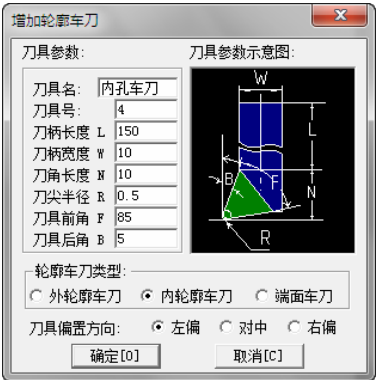

图 4-185 增加内孔车刀参数设定
2) 设置增加内孔车刀。单击“轮廓车刀”选项卡，然后再单击“增加刀具”按钮，弹出“增加轮廓车刀”对话框，刀具名：内孔车刀；刀具号：4；刀柄长度：150；刀柄宽度 10；刀角长度：10；刀尖半径：0.5；刀具前角：85；刀具后角：5；轮廓车刀类型：内轮廓车刀；刀具偏置方向：左偏，如图 4-185 所示。然后单击“确定”按钮，完成增加轮